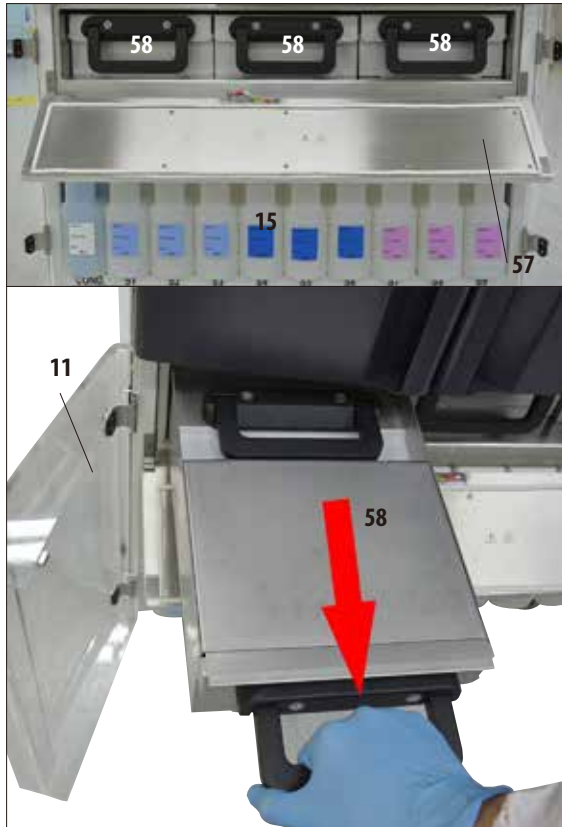

Fig. 41
- El equipo tiene tres baños de parafina térmicos (58) con una capacidad máxima de 4,9 l de parafina líquida cada uno.
- Se encuentran detrás de una tapa (57) sobre el compartimento de reactivos con las botellas del sistema (15). Para acceder a la tapa, abrir las dos puertas inferiores de plexiglás (11, 12).
- Se pueden extraer cada uno de los baños de parafina para llenarlos (fig. 41) y también se pueden sacar del compartimento para limpiarlos.